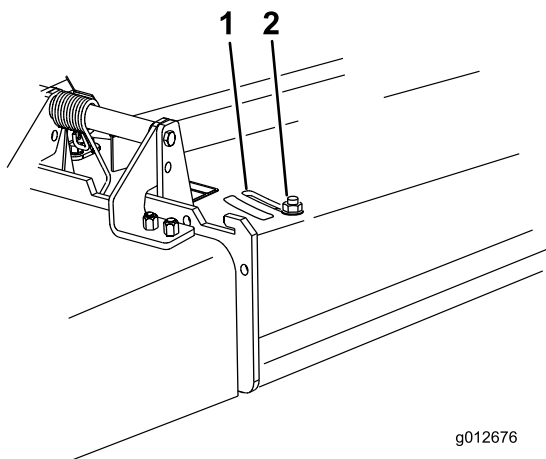

Figura 28
3. Para ajustar o abafador, desaperte a porca (Figura 28).